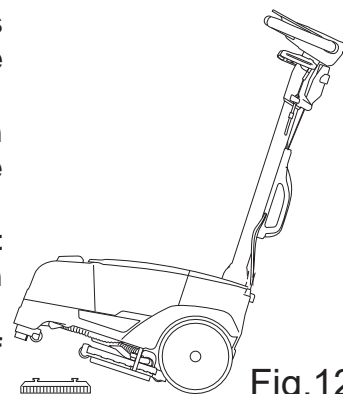

Fig.12
- Zet kracht op de handgreep om de voorkant van de machine op te tillen, breng de borstelaafdekking van de machine boven de borstel en laat de machine zakken (Fig.12).
- Zet kracht op de handgreep om de voorkant van de machine op te tillen (Fig.12).